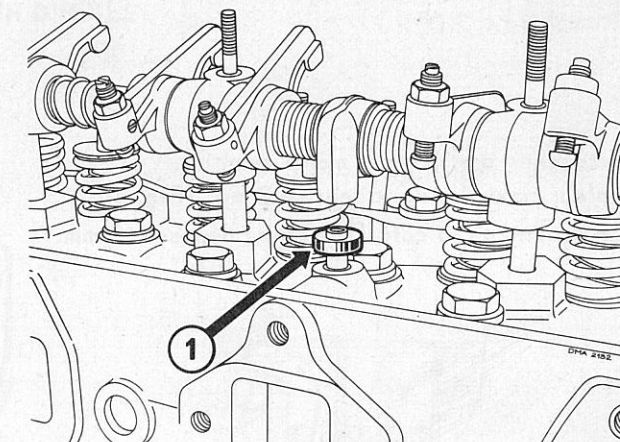

Fig. 43
ATTENTION au joint caoutchouc (1) sous le raccord central de graissage (Fig. 43).